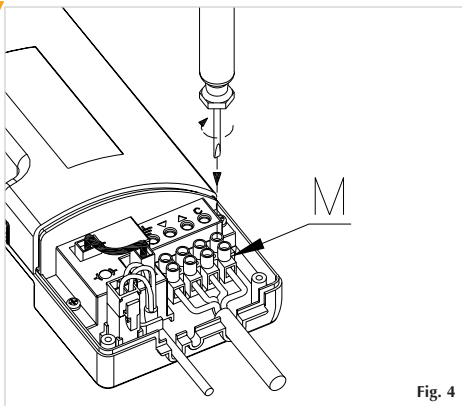

Fig. 4
- 16) Connecter le terminal (M) du câble d'alimentation au fin de course en respectant la bonne direction (voir figure 4). **Serrez le terminal à travers les quatre vis.**
- 16) Connect the terminal block (M) of the power wire to the limit switch respecting the right direction (see figure 4). **Tighten the terminal block through the four screws.**